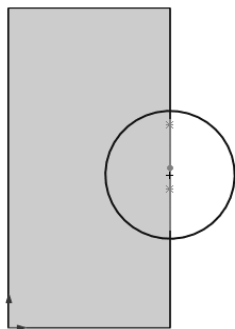
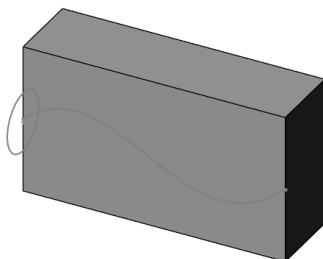

图 4-46 左视零件实体模型草图
图 4-47 绘制的两个草图
- [3] 在零件实体模型左侧面上绘制草图, 左视零件实体模型草图如图 4-46 所示。在实体模型中, 绘制的两个草图如图 4-47 所示。